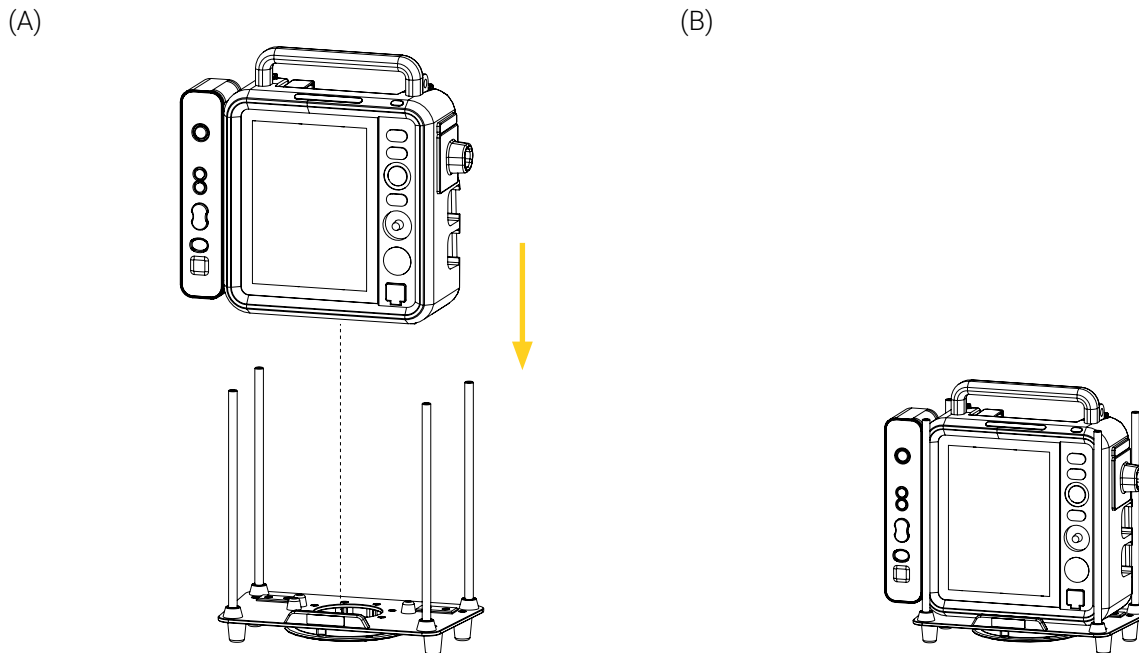

Figure 9: Insertion de l'appareil médical
3. Aligner et placer l'appareil médical verticalement sur la plaque de base entre les quatre (4) tiges (Figure 9) et centré dans le support de fixation.